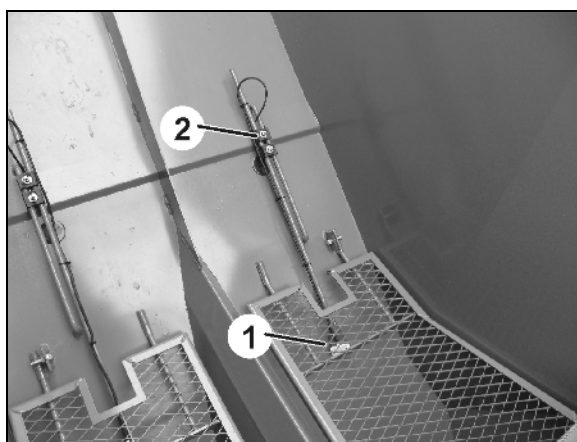

Рис. 61
7. Откройте клапаны загрузочной воронки (Рис. 61/1) на всех дозаторах.
Опасность сжатия при открытии и закрытии клапана загрузочной воронки (Рис. 61/1)!
Беритесь только за накладку (Рис. 61/2) клапана загрузочной воронки, иначе имеется опасность травмирования от удара пружинного клапана (Рис. 61/1).
Никогда не проникайте руками в зону между клапаном загрузочной воронки (Рис. 61/1) и загрузочной воронкой!
11. Закройте клапаны загрузочной воронки (Рис. 61/1) с особой осторожностью (опасность сжатия!).
13. Откройте клапан загрузочной воронки (Рис. 61/1).